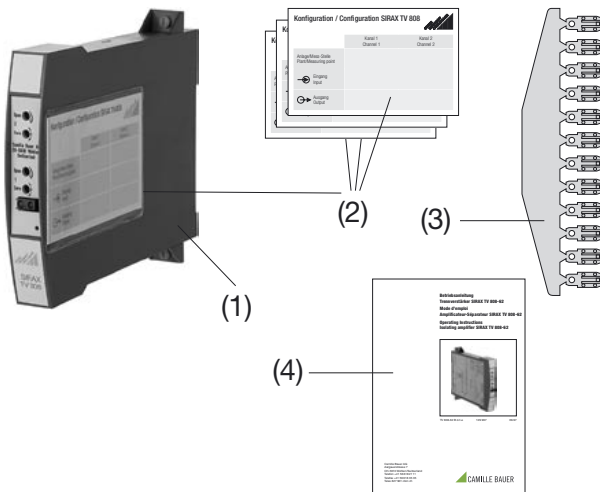

Fig. 1.
2. Etendue de la livraison (Fig. 1)